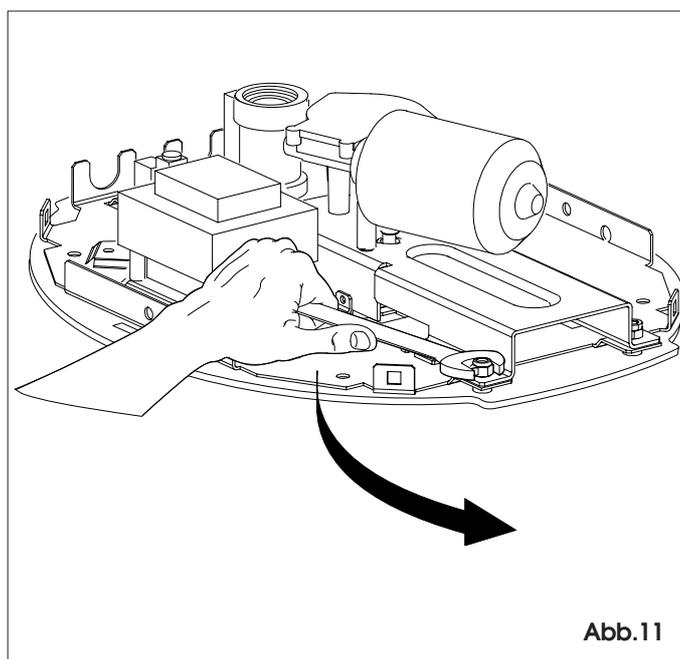

Abb.11
6.5 Das Gehäuse abnehmen, die Lampe abschrauben und mit einem geeigneten Schlüssel die Muttern entfernen, die den Motor mit dem Operator (Abb.11) verbinden.